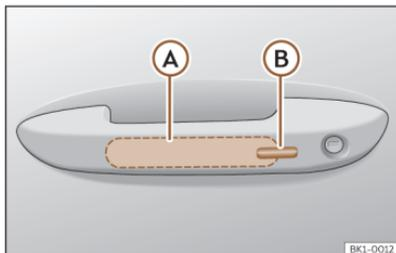

Fig. 83 Manecilla de la puerta: superficies sensoras.
>>> **fig. 83**
- Toque la superficie sensora >>> **fig. 83 (B)** situada en el lado exterior de la manilla de la puerta. Todos los intermitentes parpadean una vez.
- Antes de que transcurran 5 segundos, toque una vez el sensor del lado exterior de la manilla de la puerta >>> **fig. 83 B**. Al hacerlo, no agarre la manilla. El sistema Keyless Access queda desactivado temporalmente.